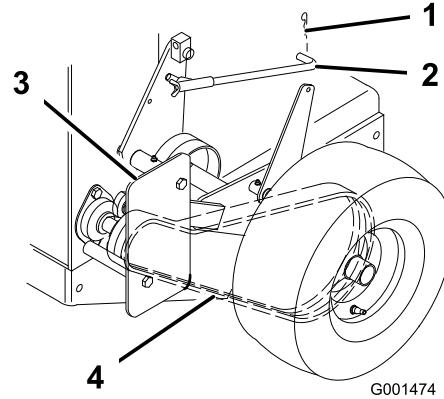

Figura 40
3. Retire el pasador de horquilla que sujeta la varilla del freno al brazo del freno para aliviar la tensión del tensor de la correa (Figura 40).
4. Retire el perno inferior y afloje el perno superior del protector para poder girarlo y facilitar el acceso a la correa (Figura 40).
5. Eleve la correa, desacóplela de la polea tensora y retírela de la polea de transmisión (Figura 40).
8. Sujete el protector con el perno que retiró anteriormente y apriete los pernos (Figura 40).
9. Sujete la varilla del freno al brazo del freno con el pasador de horquilla (Figura 40).